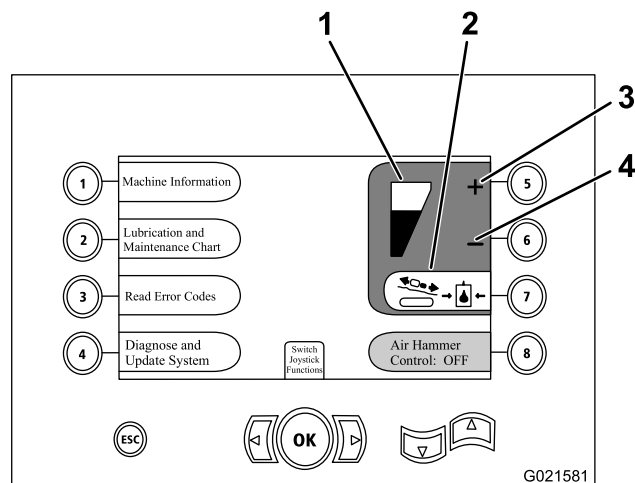

Figura 71
2. Aumente ou reduza a pressão do sistema de translação da seguinte forma: (Figura 71).
- Pressione o botão 5 na tela para reduzir a pressão do sistema de translação (Figura 71).
- Pressione o botão 6 na tela para aumentar a pressão do sistema de translação (Figura 71).
**Nota:** O indicador de pressão do sistema de translação (Figura 71) oscila para cima ou para baixo dependendo de quanto se aumenta ou reduz a pressão do sistema de translação.